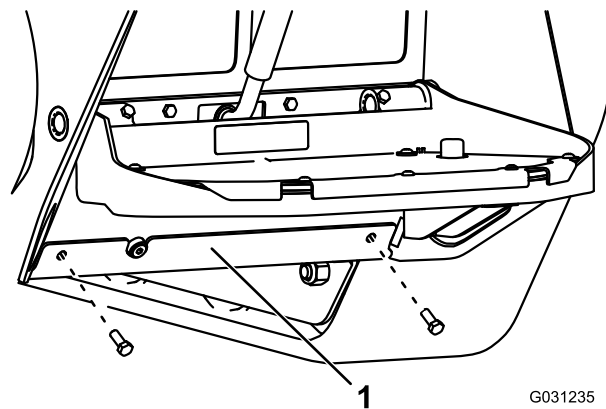

図 69
4. ボトムプレートを固定しているボルト2本を外してボトムプレートを外す 図 69。
8. ボトムプレートを取り付ける 図 69。